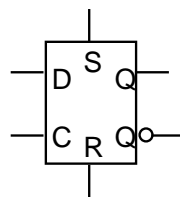

Figura 5.0.2.
- b) Otro biestable que se puede utilizar para la simulación es el biestable D. Se recomienda utilizar denominado *D Flip Flop ni RS* de la librería *Simulation Logic.clf*, cuyo símbolo se puede ver en la Figura 5.0.2.
En la Figura 5.0.2 los pines del símbolo significan lo siguiente: